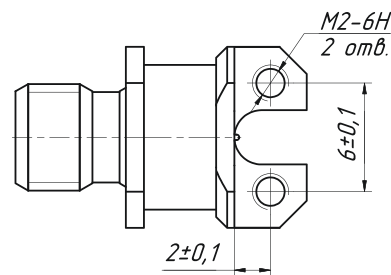

Рис. 15 – Установочные отверстия
- Монтаж переходов на плату осуществляется с помощью 2 крепежных отверстий (рисунок 15).